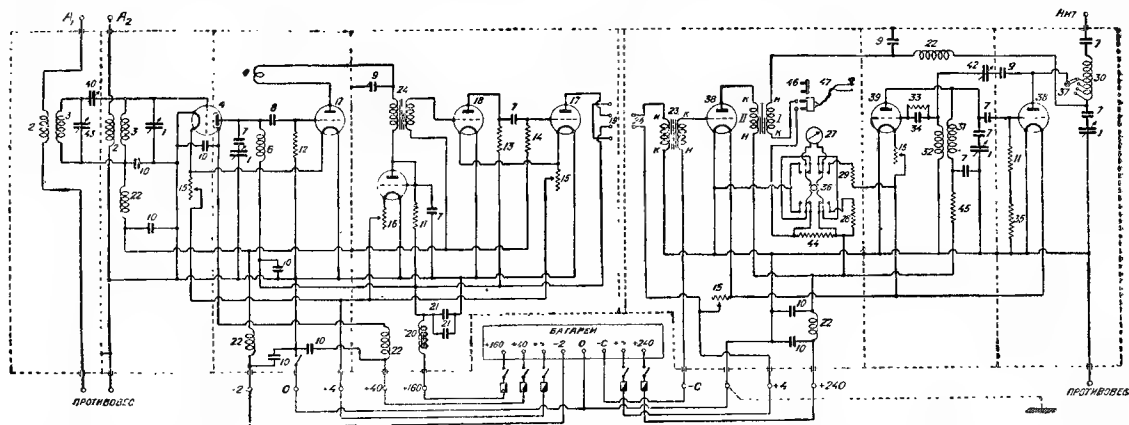

Рис. 2. Схема дуплексной радиостанции
На рис. 2, представляющем общую схему радиостанции, слева изображена дополненная схема приемника КУБ-4. Назначение дополнительных деталей следующее: фильтры высокой частоты (дроссели 22, конденсаторы 10) блокируют цепь питания в целях устранения возбуждающейся в приемнике ЭДС, наводимой в проводах питания сильными электромагнитными полями (близкого или своего передатчика); кроме того они должны устранять воздействие своего передатчика через общие батареи питания.
повышение селекции приемника, поэтому в этом случае необходимо добавление еще одного селективного контура между антенной и первым контуром (рис. 2).
Правая часть схемы рис. 2 изображает передатчик, принципиально по схеме тождественный с описанным в № 14 «Радиофронта», дополненный лишь переключателем (36), верхнее положение которого даст измерение напряжения накала лампы передатчика (на возбудителе оно еще несколько понижается реостатом 15), при среднем его положении — измеряется анодный ток усилительного каскада (положение при настройке передатчика), в нижнем положении — измеряется анодное напряжение.